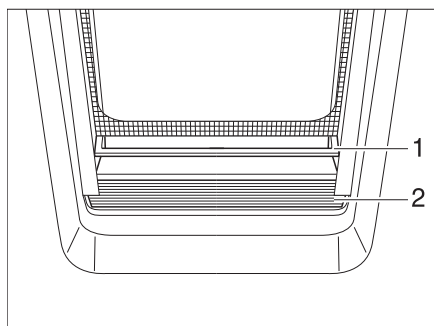

Fig. 29 Estor plegable
- Coger el estor plegable (Fig. 29,2) por el centro del listón tirador (Fig. 29,1), tirarlo de abajo hacia arriba y soltarlo en la altura deseada. El estor plegable se queda fijo en esta altura.